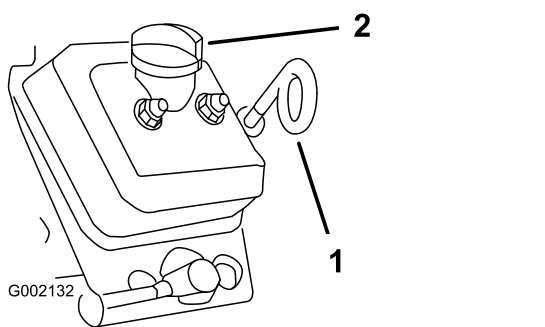

図 40
- ディップスティックとキャップ、補給管の周辺をきれいに拭いてからディップスティックを抜き出す (図 40)。
- キャップを外し、ディップスティックの Full 位置まで、給油口から適切なオイルを補給する (図 40)。
- ディップスティックを補給管に根元まで差し込んでから抜き取ってオイル量を確認する (図 40)。
- 補給管にディップスティックを取り付け、しっかりとキャップを取り付ける (図 40)。